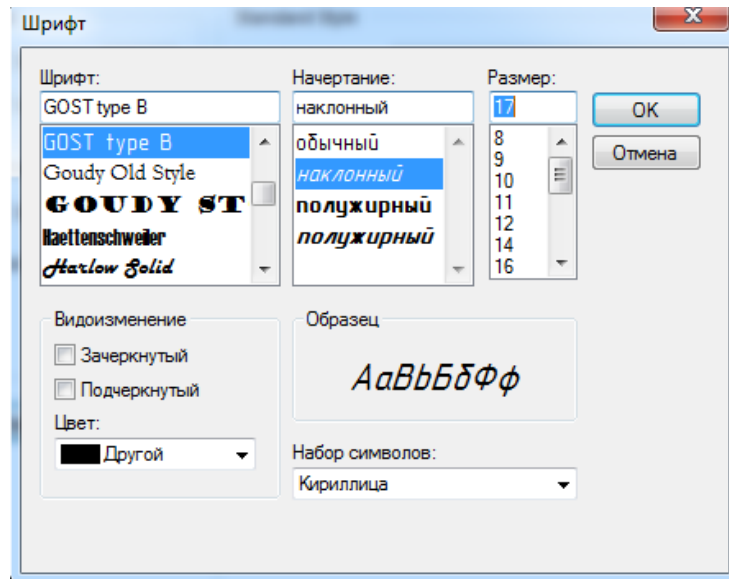

Рис. 1.14
2) Натисніть **Change System Font**, у вікні, що відкрилось (Рис. 1.14) оберіть шрифт **Gost Type B**, курсив, **17**, кирилиця, колір - **чорний**. Натисніть **ОК**.